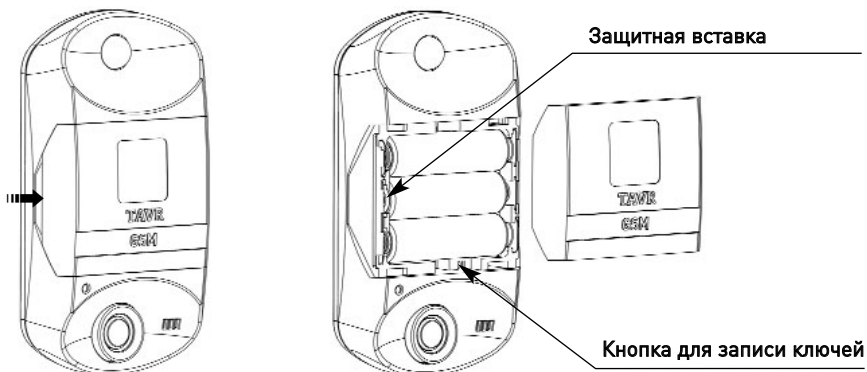

Рис. 6.
1. Откройте крышку отсека элементов питания. Для этого нажмите с двух сторон на боковую поверхность крышки и потяните ее на себя (см. рис. 6).